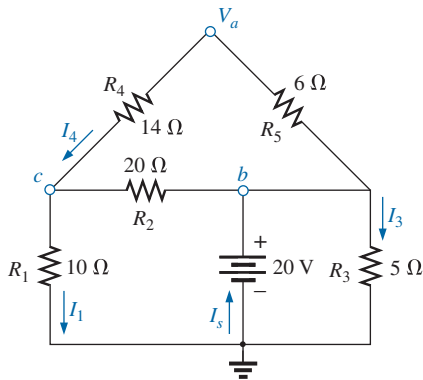

Figura 7.74 Problema 15.
- \*15. Considerando o circuito na Figura 7.74: